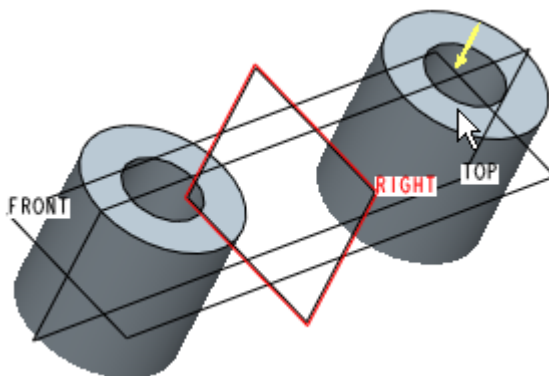

图 54-7
- (2) 单击按钮  ，打开【剖面】对话框，选择模型的一个端面为草绘平面，选择 RIGHT 基准面为视图方向参照，如图 54-7 所示。